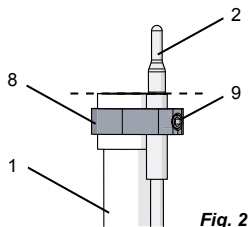

Fig. 2
- siehe Fig. 2 (auf Umschlagseite)
- ⇒ Fühler (2) so platzieren, dass die Oberkante der Messinghülse des Fühlers und die Oberkante des Mischrohrs auf gleicher Höhe sind.